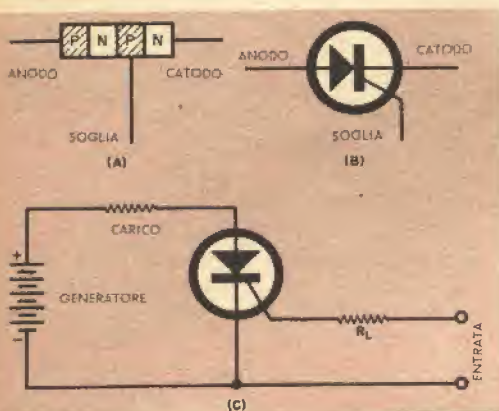

Fig. 2 - Costituzione (A) del nuovo rettificatore controllato al silicio della General Electric, suo simbolo (B) e suo uso (C) in un circuito commutatore.
Fondamentalmente formato da tre giunzioni costituite, com'è illustrato in fig. 2 (A), di regioni alternate di materiali semiconduttori tipo p e n. Il simbolo è quello di fig. 2 (B).
Sotto molti aspetti il funzionamento del rettificatore controllato è simile a quello dei thyatron con griglia di controllo; può perciò essere usato per le stesse applicazioni. Un circuito commutatore è illustrato in fig. 2 (C); il generatore cc è collegato in serie col rettificatore controllato e col carico. Normalmente, per l'alta resistenza offerta dal rettificatore controllato, una corrente bassissima o nulla può scorrere nel carico. Quando un segnale di controllo viene applicato all'elettrodo di soglia attraverso la resistenza limitatrice R_1 , il rettificatore passa da un'alta a una bassa resistenza, permettendo così il trasferimento d'energia al carico.